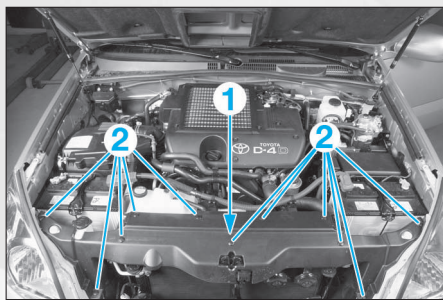

FIG. 9
- Déposer les agrafes (2) (Fig.9) afin d'extraire le cache (1).